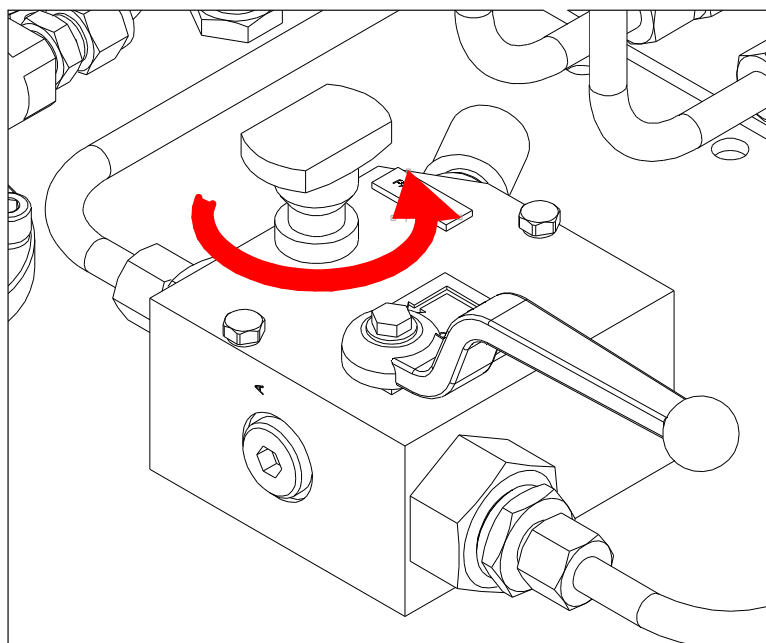

Рисунок 8 – Разгрузка гидроаккумулятора
- сбросить давление в гидросистеме ЭГП до 0 МПа через клапан 06 (рисунок 8 и А.3.1 приложения А) на узле разгрузки гидроаккумулятора;